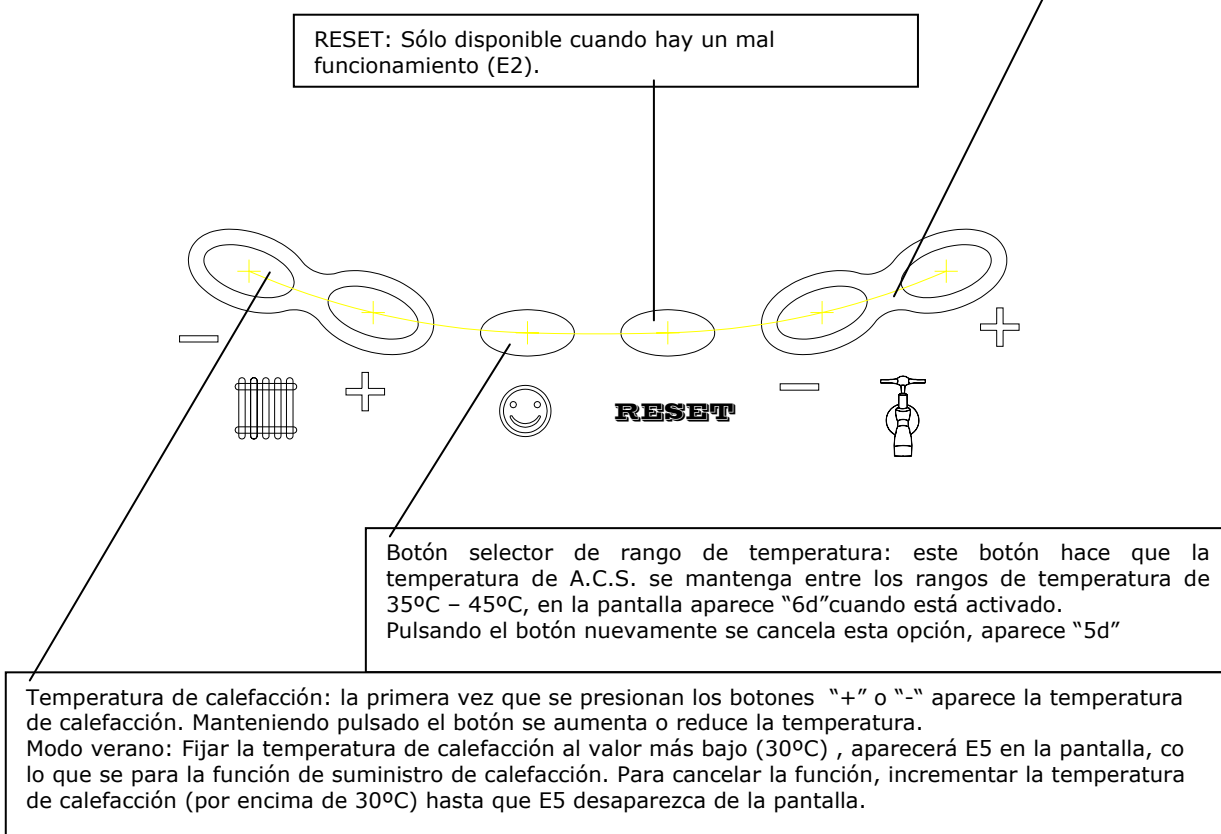

Fig. 3-3
- Presionar el control de temperatura "+" o "-" y ajustar la temperatura de agua de calefacción. El rango de ajuste es de 30°C – 80°C El rango de temperatura baja es de 30°C – 45°C. (Ver Fig. 3-3).
- El controlador de agua caliente "+" o "-" ajusta la temperatura de A.C.S.. El rango de ajuste es de 30°C – 60°C. La caldera está equipada con función de temperatura confortable de A.C.S. accionada mediante el "botón selector de rango de temperatura". Presionando este botón la temperatura de A.C.S. se limita al rango de temperaturas de 35°C – 45°C (ver Fig. 3-3).